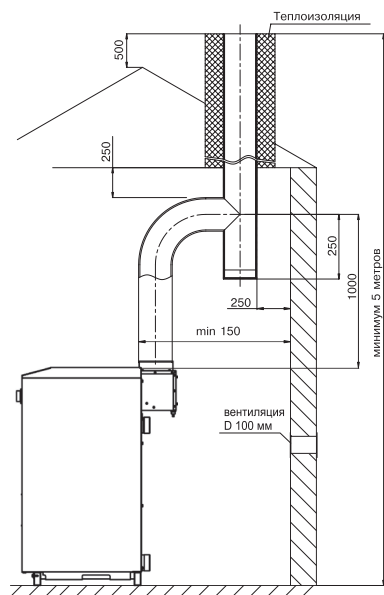

Рис. 4.
- 6.9. Устройство дымоход , к которому подключ ется пп р т отопительный, должно со-ответствов ть СП42-101-2003 «Общие положения по проектиров нию и строительству г зор спредельных систем» (см. рис. 4).